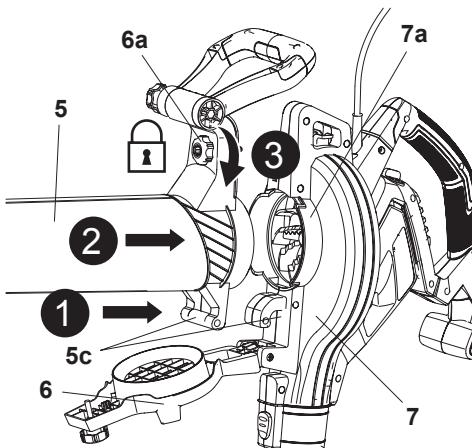

Fig. 5
Accrocher le saillant du tuyau (5) pour suspendre (5c) à l'unité principale (7), puis insérer l'ensemble du tuyau (5) dans le port d'aspiration (7a) jusqu'à la butée (Fig. 5, étapes 1, 2).
- Serrez le bouton de verrouillage (5b) dans le sens horaire pour fixer l'ensemble du tuyau d'aspiration en place (Fig. 5, étape 3). Vous pouvez entendre un clic une fois que le bouton de verrouillage (5b) est correctement en place et l'interrupteur intégré sera activé.